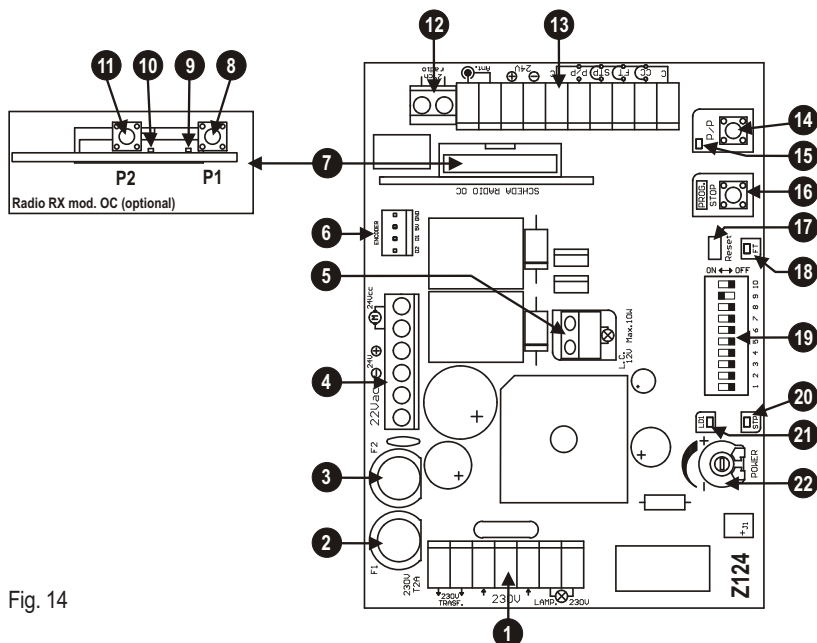

Fig. 14
F DESCRIPTION DES PARTIES (fig. 14)
- 1) En maintenant la touche PROG enfoncée, effectuer une réinitialisation en court-circuitant avec un tournevis le cavalier Reset (pos. 17 fig. 14).
- 9) Pour revenir au fonctionnement normal effectuer une réinitialisation de la logique de commande (court-circuiter le connecteur, pos. 17 fig.14)
Durant la phase d'apprentissage on actionnera plusieurs fois la touche **P/P** (pos. 14 fig. 14), en alternative on peut utiliser la commande **P/P** (borne 14, fig. 15) ou l'émetteur radio mémorisé sur le premier canal du récepteur.